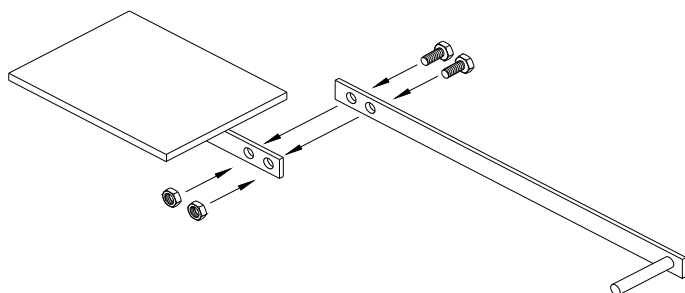

Figure 2.4.3
2. Fixez-y son prolongement, tel qu'illustré aux Fig. 2.4.3 et 2.4.4, à l'aide des vis à tête hexagonale de 1/4 x 1 (fournies avec la plaque avant).